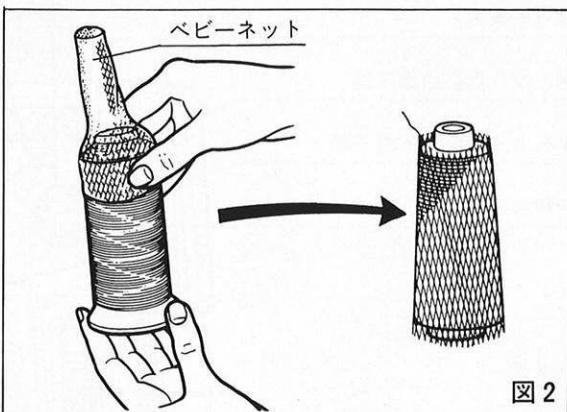

図2
- 化繊糸などのすべりやすい糸は、付属のベビーネットを被せてご使用下さい。（図2）